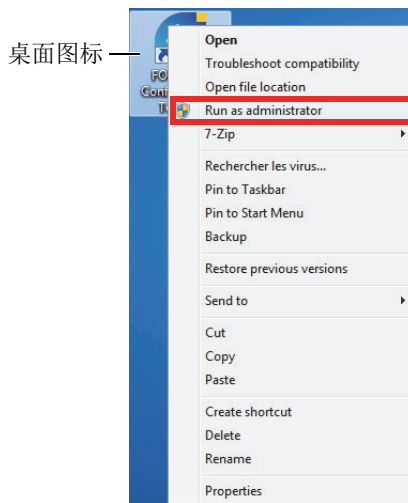

图 5-1 打开配置工具
- ◆ 在桌面上，右击配置工具图标，然后单击 **Run as administrator**（作为管理员运行）> **Yes**（是）（参见第 23 页的图 5-1）。